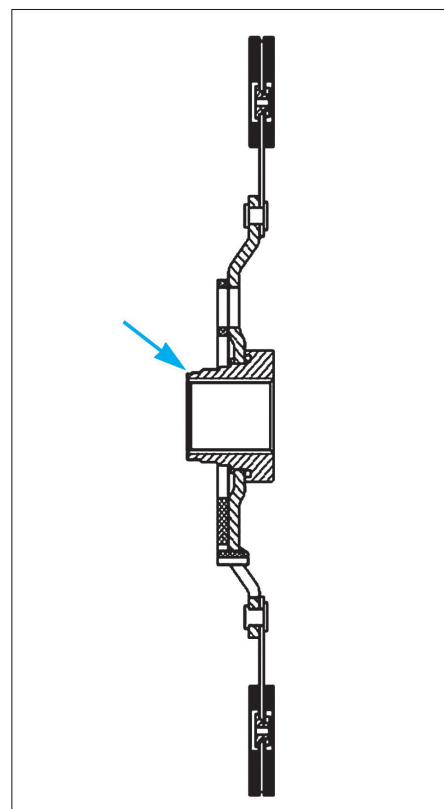

FIG. 6
- Placer l'épaulement du disque d'embrayage côté volant moteur (Fig.6) (petit diamètre du moyeu côté volant moteur).